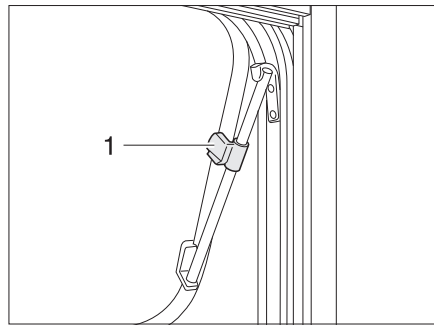

Bild 67 Överkantshängt fönster med drivspärrar, öppet
- Öppna det överkantshängda fönstret till önskad ställning och fäst med ratten (Bild 67,1).
- Vrid på ratten (Bild 67,1) tills spärren lossas.